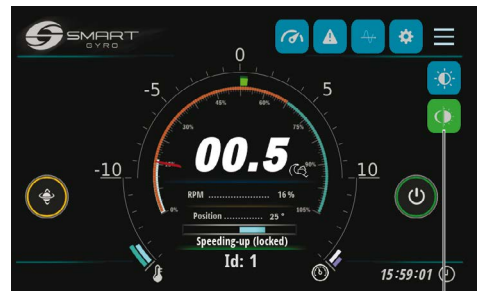

Abbildung 5
5. Drücken Sie das Symbol für die Nacht-/Tagauswahl (Abbildung 5, (1)), um die gewünschte Betriebsgeschwindigkeit auszuwählen.